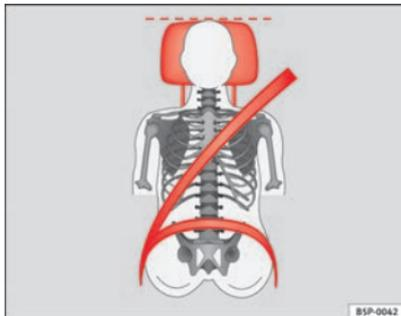
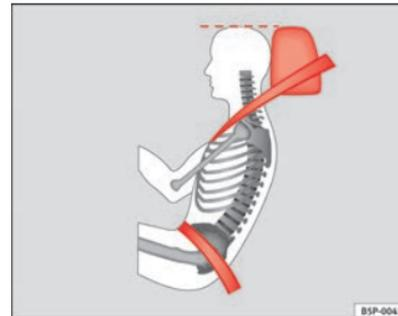

Abb. 90 Von vorne betrachtet: richtig eingestellte Kopfstütze und korrekter Gurtbandverlauf
Abb. 91 Von der Seite betrachtet: richtig eingestellte Kopfstütze und korrekter Gurtbandverlauf
- Die Kopfstützen so einstellen, dass sich die Oberkante der Kopfstütze möglichst auf einer Linie mit dem oberen Teil Ihres Kopfes, aber mindestens auf Augenhöhe befindet ⇒ Abb. 90 und ⇒ Abb. 91.